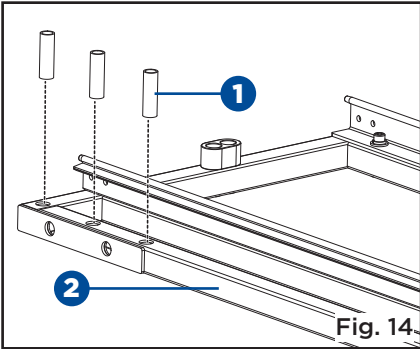

Fig. 14
- Placez le manchon (1) dans les trous supérieurs du cadre du plateau pour l'eau (2). (Fig. 14)